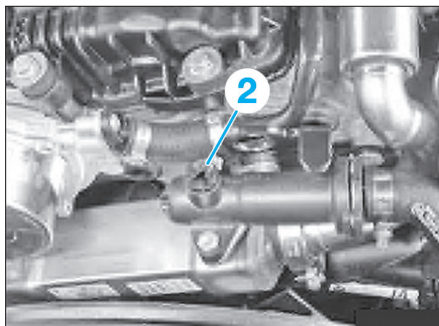

Fig. 41
- Ouvrir la vis de purge (2) sur l'échangeur de température d'EGR (Fig.41).